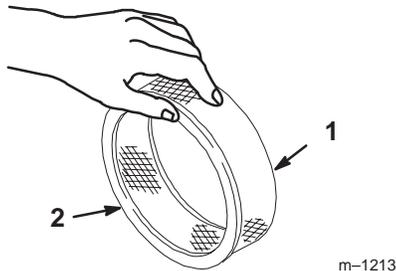

Bild 16
1. Klopfen Sie den Einsatz leicht auf eine flache Unterlage, um Staub und Schmutz zu beseitigen (Bild 16).